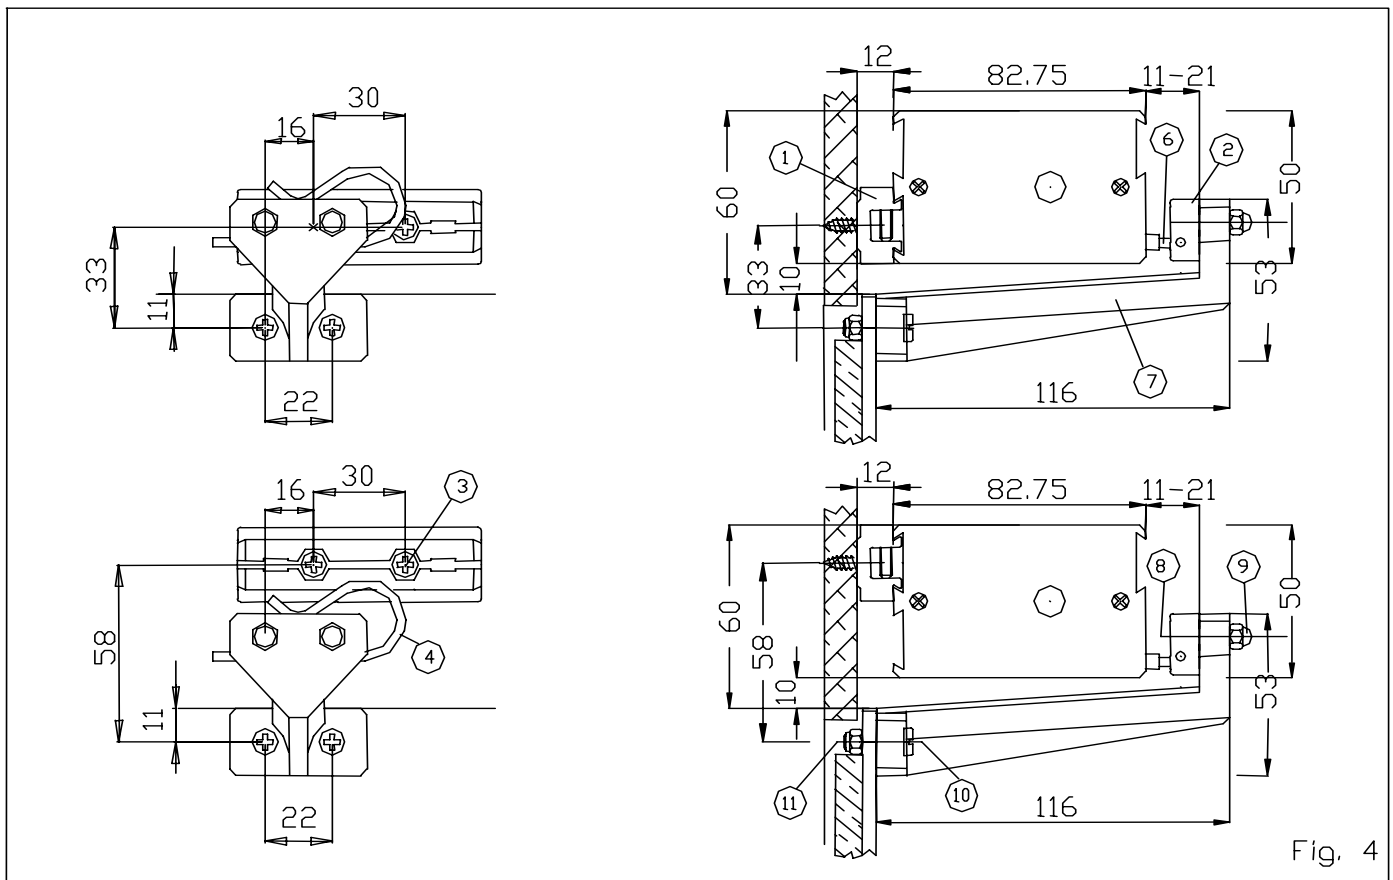

Fig. 4
INSTALLAZIONE SU FINESTRE A VASISTAS (Fig. 4)
- Tracciare la mezzeria del serramento ed eseguire le forature (vedi Fig. 4 + dima).
- Utilizzare la staffa (7) e la relativa coppiglia (4) (kit opzionale cod. 36665E).
- Installare l'attuatore tramite le staffe (1 e 2) e verificare la chiusura del serramento agendo sul tirante filettato (6).
INSTALLATION ON BOTTOM HINGED WINDOWS (Fig. 4)
- Draw the center line of the window and make holes (see Fig. 4 + drilling).
- Use bracket (7) and its relevant split pin (4) (to be ordered separately, cod. 36665E).
- Install the actuator with the brackets (1 and 2) and check for the closure of the window acting on the threaded stay bolt (6).
INSTALLATION SUR FENETRES A SOUFFLET (Fig. 4)
- Tracer la ligne médiane de la fenêtre et percer les trous (voir Fig. 4 + gabarit).
- Utiliser l'étrier (7) et la goupille (4) qui va avec (kit optionnel, cod 36665E).
- Installer le moteur avec les étriers (1 et 2) et contrôler la fermeture de la fenêtre en agissant sur le tirant fileté (6).
MONTAGE AUF KIPPFENSTER (Abb.4)
- Die Mittellinie des Fensters vorzeichnen und die Löcher bohren (siehe Abb. 4 + Lochungsschablone).
- Den Bügel (7) und den dazugehörige Splint (4) (Zusätzlich, cod 36665E).
- Installieren der Kettenantrieb mit konsolle (1 und 2) und den Verschluss des Fensters durch den Gewindebolz Kontrollieren (6).